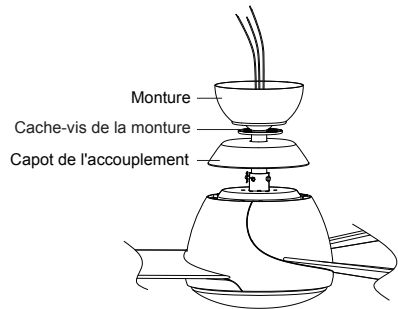

Fig. 8
**Étape 5.** Acheminer les fils à travers le couvercle d'accouplement, le couvercle de vis de la monture et la monture (Fig. 8).